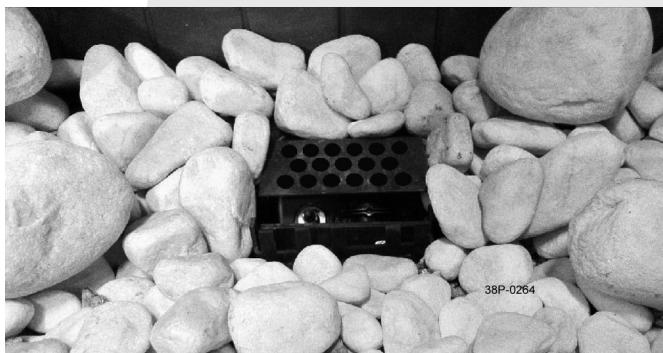

fig. 6
- Verdeel de carrara stenen gelijkmatig over één laag; zie Foto (fig. 6);
- Leg de 12 grote kiezelstenen bovenop de kleine kiezelstenen; zie Foto (fig. 6);
- Laat de waakvlambrander en de ruimte er omheen vrij; zie Foto (fig. 6).